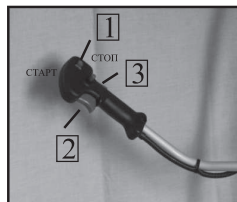

рис.7
а) Переведите выключатель зажигания 1 (рис.7) в положение “СТАРТ”;
8.2.2 Снимите крышку воздушного фильтра 1 (рис.7), аккуратно потянув её на себя. Извлеките поролоновый воздушный фильтр 2 (рис.13).